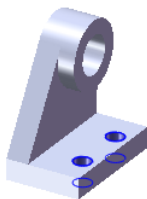
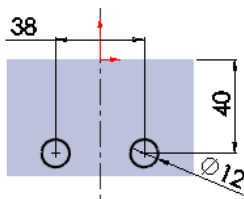

图 3.28.8 切除-拉伸 4
图 3.28.9 横断面草图
Step5. 创建图 3.28.8 所示的零件特征——切除-拉伸 4。选择下拉菜单 **插入(I)** **→** **切除(C)** **→** **拉伸(E)** 命令；选取前视基准面为草图基准面，绘制图 3.28.9 所示的横断面草图；在“拉伸”对话框 **方向1** 区域下单击按钮  (即反方向)，下拉列表中选择 **完全贯穿** 选项；单击对话框中的  按钮，完成切除-拉伸 4 的创建。